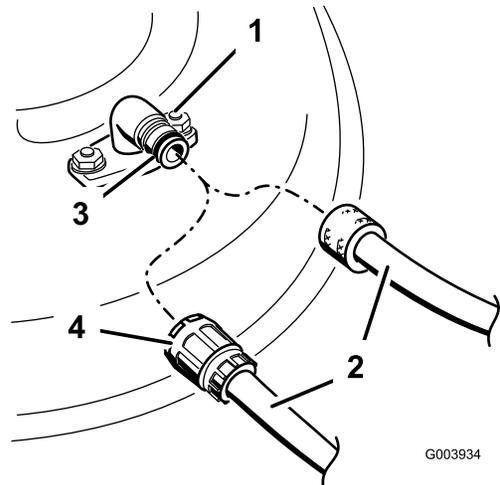

Figura 69
3. Coloque união da mangueira na extremidade de limpeza do cortador e ligue a água em elevado (Figura 69).